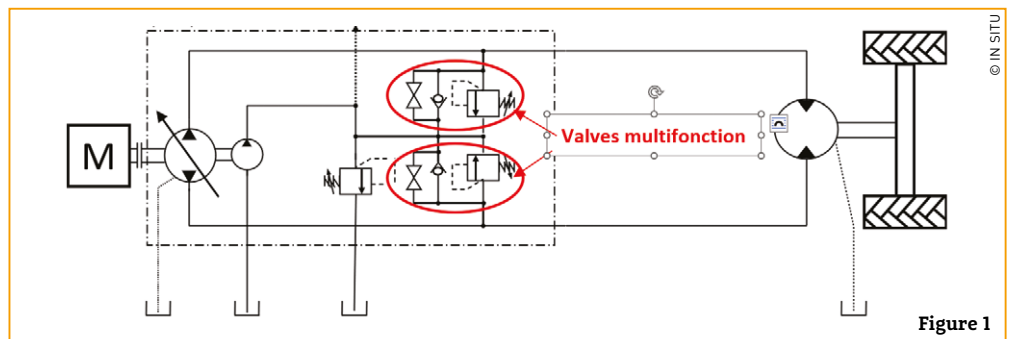

Figure 1
- L'alimentation en huile de la branche Basse Pression (BP) par la pompe de gavage
- La limitation de la pression de la branche Haute Pression (HP)
- (Cf. figure 1)